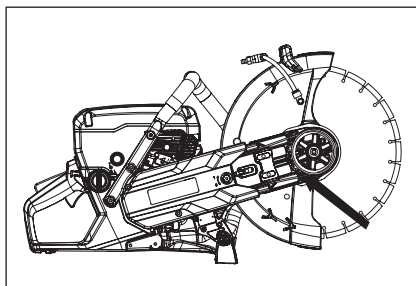

Рис. 7
4. Режущая головка ослаблена и ее можно снять с бензореза. Снимите ремень со шкива (рис. 7).